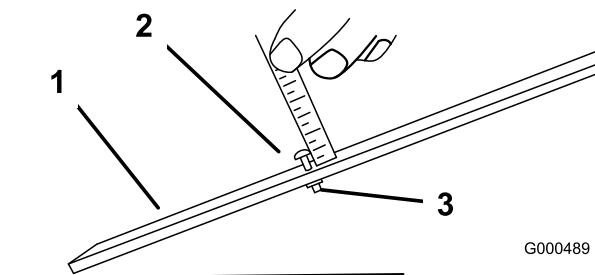

図 48
3. ゲージバー（図 48）のナットをゆるめ、調整ネジを希望の刈り高に合わせる。ネジ頭の下からバーの表面までの距離が刈り高となる。